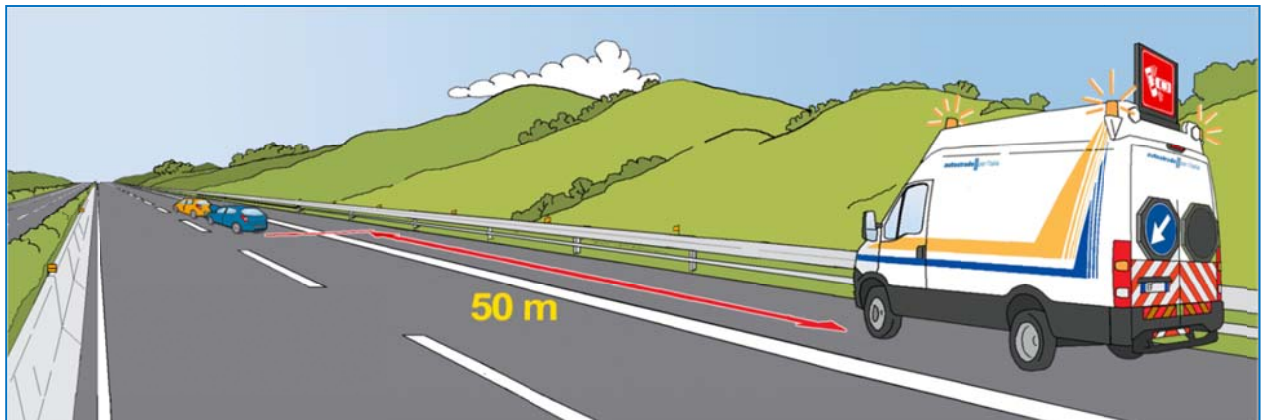

Fig. 10
- portare il mezzo a circa 50m dal punto dell'evento mantenendo tutti i dispositivi di segnalamento attivati e procedendo a velocità moderata (fig.10)